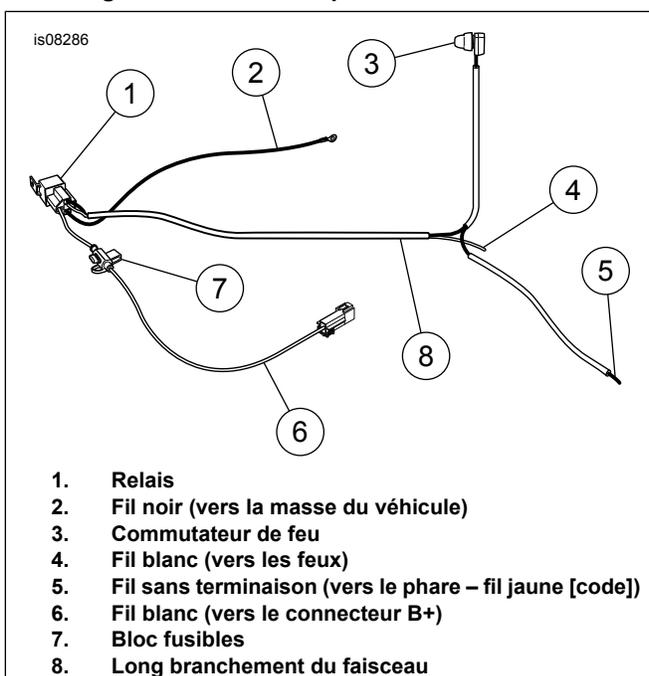
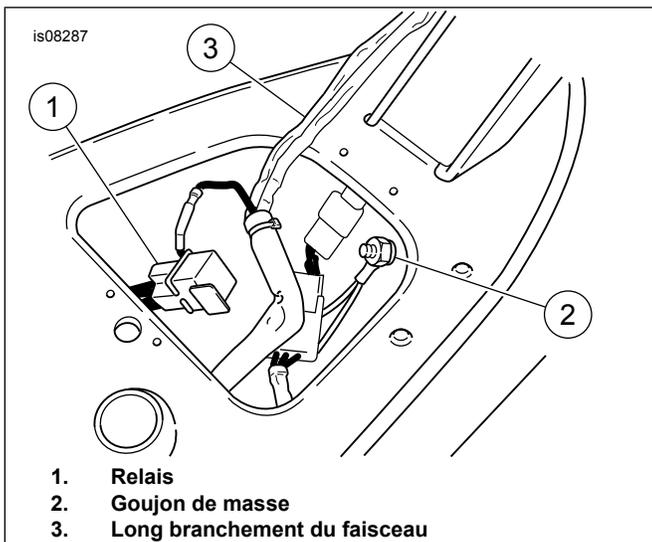
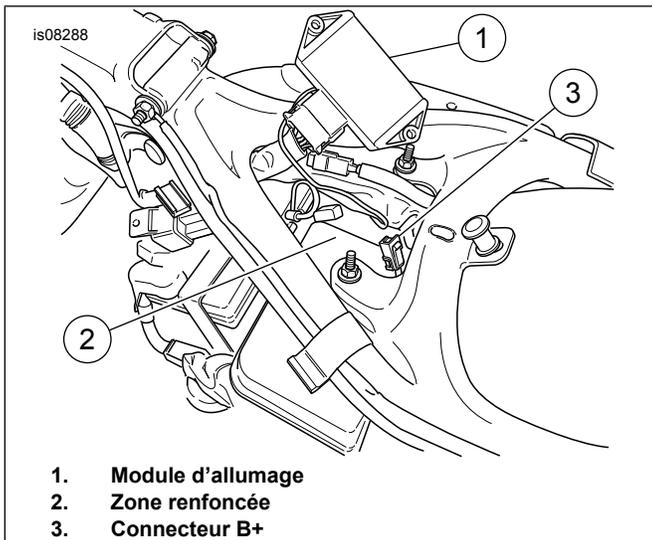

Figure 4. Identification des composants du faisceau de fils
Figure 5. Installer le faisceau de fils (modèle Dyna illustré)
Figure 6. Installer le faisceau de fils (modèles de 2004 et plus récents)
Voir Figure 4 pour l'identification des composants du faisceau de fils.
11. Voir Figure 5. Installer le faisceau de fils. Placer le relais (1) dans l'ouverture du logement de siège et acheminer le long branchement du faisceau (3) le long du tube central du cadre. **Modèles XL de 2004 et plus récents** : Voir Figure 6. Retirer les écrous de retenue du module d'allumage (1) et repositionner temporairement le module comme illustré. Placer le relais dans la zone renforcée (2) du réservoir d'huile. Installer le module d'allumage. Acheminer le long branchement du faisceau le long du tube central du cadre. **Tous les modèles de 2003 et plus anciens** : Voir Figure 4. Couper le connecteur du fil d'alimentation blanc et le remplacer par la borne circulaire fournie dans le kit. Connecter le fil blanc avec la borne circulaire à la borne du goujon en cuivre (BAT) sur le disjoncteur principal. **Tous les modèles de 2004 et plus récents** : Connecter le fil blanc avec le connecteur au connecteur B+ sur le faisceau de la moto.
12. Voir Figure 4. Connecter le fil de masse noir (2) avec la borne circulaire au goujon de masse sous la selle, ou à toute bonne connexion de masse électrique. Attacher le faisceau du kit aux faisceaux adjacents avec des serre-câbles (élément 16) du kit.
13. Voir Figure 4. Acheminer le faisceau au-delà de la colonne de direction et acheminer le branchement du commutateur de feu (3) du faisceau le long du côté gauche du guidon vers la commande d'embrayage.